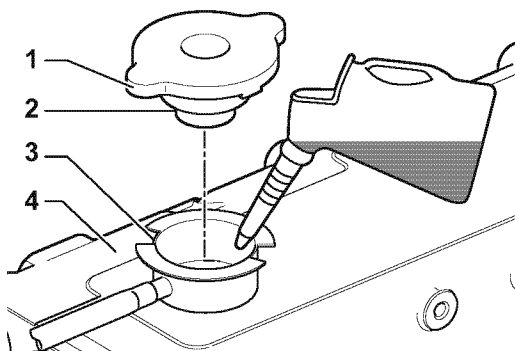

Figura 18
3. Vierta el refrigerante lentamente en el depósito del refrigerante (**Figura 18, (4)**) para evitar que se formen burbujas de aire. Deténgase cuando el refrigerante rebose por la boca de llenado.
4. Alinee las pestañas del tapón de llenado (**Figura 18, (2)**) con las muescas de la boca para relleno (**Figura 18, (3)**) y apriete el tapón de llenado (**Figura 18, (1)**) firmemente.